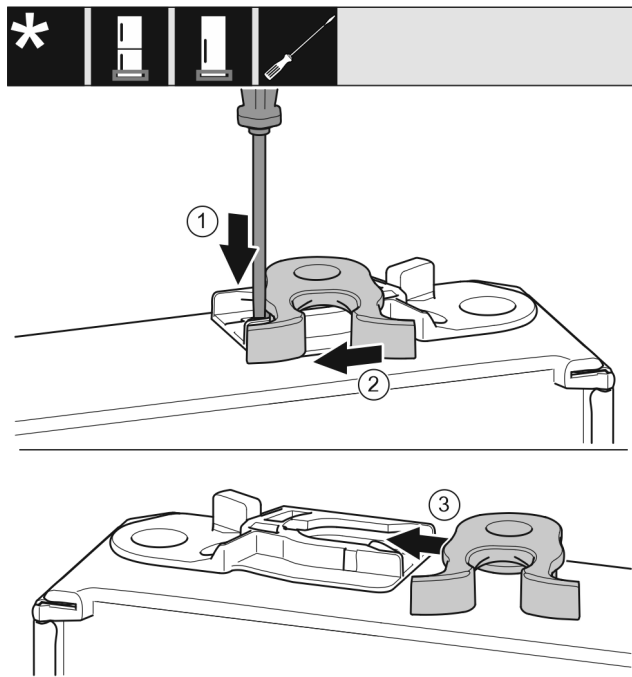

Fig. 21
- ▶ Spustelėkite antdėklą išdrožiniu atsuktuvu žemyn. Fig. 21 (1)
- ▶ Ištraukite uždarymo kablį iš kreipiklio. Fig. 21 (2)
- ▶ Uždarymo kablį kitoje pusėje įstumkite į kreipiklį. Fig. 21 (3)